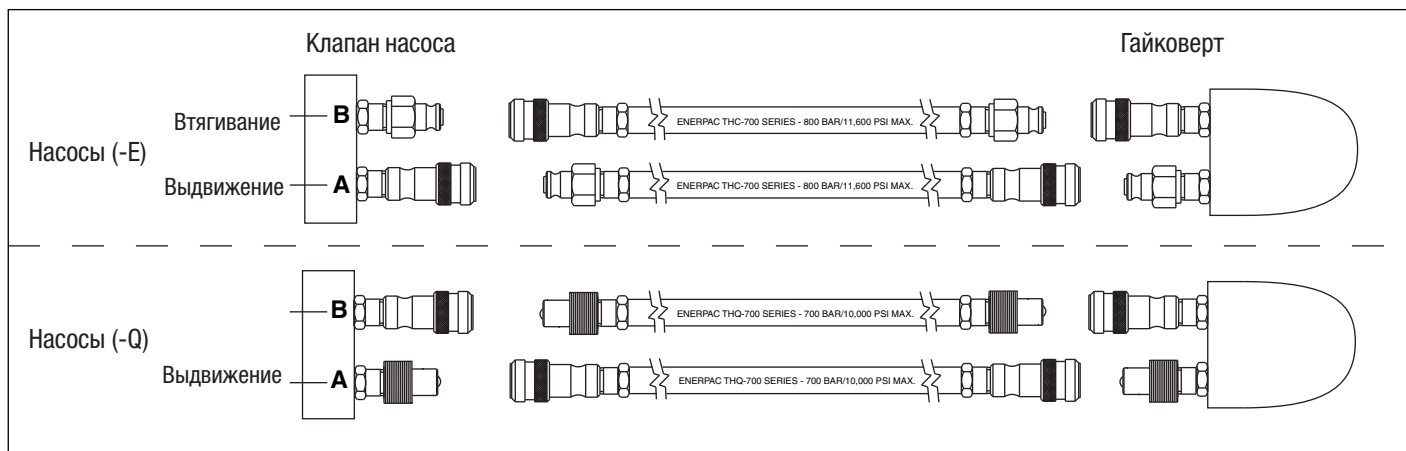

Рис. 5. Устройство шлангов
Подключите шланги, как указано для насоса вашего типа - (-E) или (-Q). См. рис. 5.
2. (-Q) Насосы для использования с гайковертами Enerpac серий S и W и гайковертами других марок: Используйте шланги с маркировкой “Enerpac THQ-700 Series - 700 bar/10 000 psi max.” На рис. 5 показано правильное подключение несимметричных разъемов. Прежде чем начать работу, убедитесь, что все соединители полностью сочленены и затянуты. Плохое соединение не позволит гайковерту работать надлежащим образом.